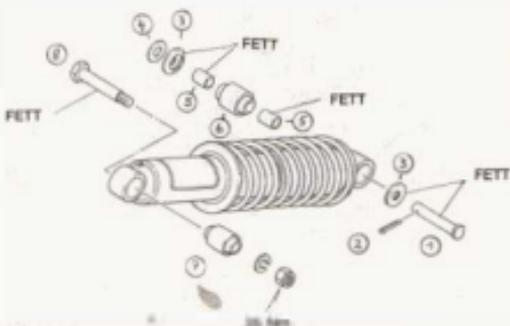

Bild 190
- 3 Diese Lagerbuchse wird zusätzlich eingetaucht, Teil 3 in Bild 190, Abstand 4 mm von Nabende einhalten